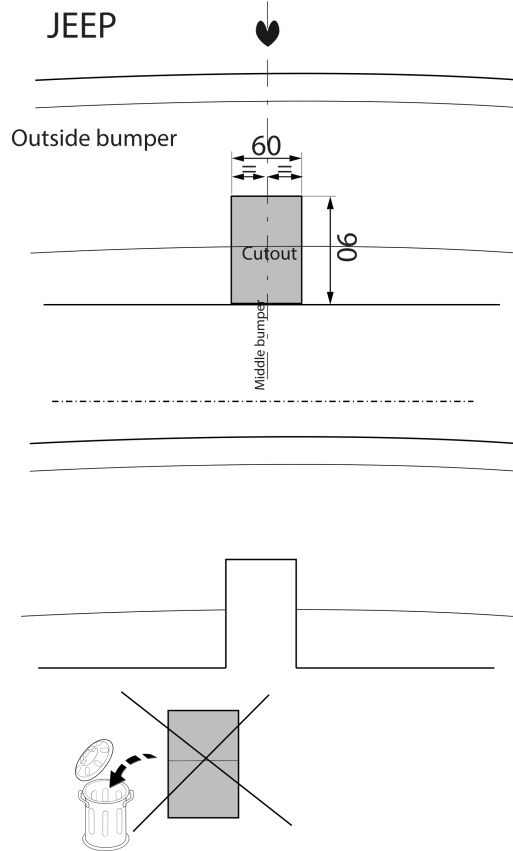

Fig. 4
12. Выпилить часть из бампера в середине снизу, как указано на рис. 4,5 & 6.